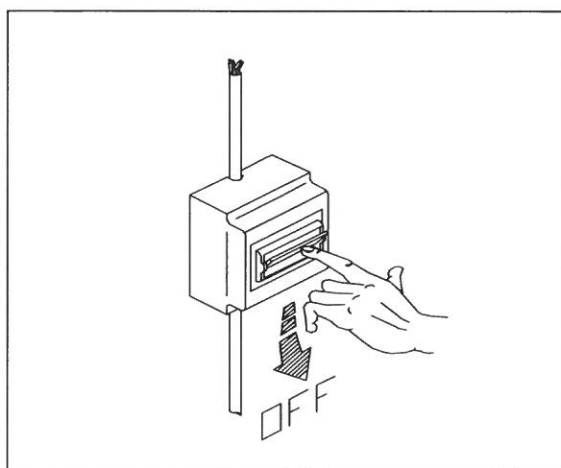

Fig. 5-1
ПРИМЕЧАНИЕ: Перед выполнением любой операции по обслуживанию вынуть вилку шнура электропитания машины из розетки. (Рис. 5-1)
N.B.: Before any technical service, disconnect the machine from the mains. (fig. 5-1)
N.B.: Vor jedem kundendienst die machine vom stromnetz ausschalten. (Рис. 5-1)
N.B.: Avant de toute intervention, débrancher l'appareil de l'électricité. (Рис. 5-1)
N.B.: Desconecte siempre el aparato de la red antes de cualquier operación de arreglo. (Рис. 5-1)